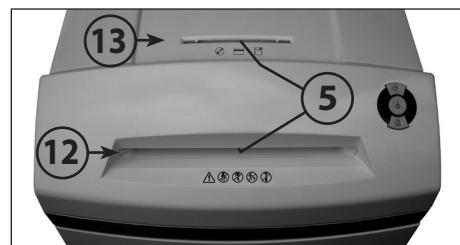

Fig. 3
5 = Barrera fotoeléctrica (avance) (Fig. 3)
- 12 = Ranura de alimentación de papel (Fig. 3)
- 13 = Ranura de alimentación de CD/DVD (Fig. 3)
Introduzca **papel** por la ranura de alimentación de papel (12) (Fig. 3) al mecanismo de corte.
Introduzca los **soportes de datos** (CD, DVD o tarjeta de crédito), uno a uno, por la ranura de alimentación de CD/DVD, dispuesta separadamente, (13) (Fig. 3) al mecanismo de corte.